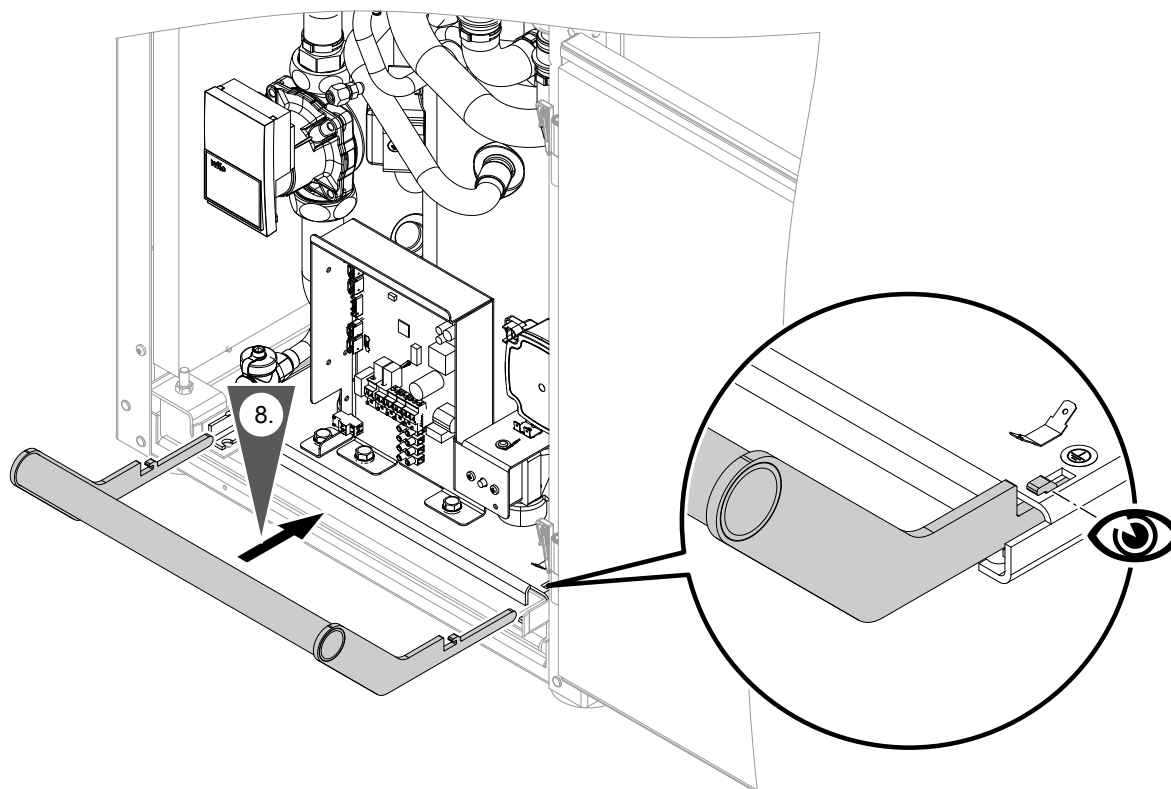

Рис. 9
1. Вставить обе скобы приспособления для транспортировки на модуле теплового насоса спереди и сзади: см. рис. 9 на стр. 18.